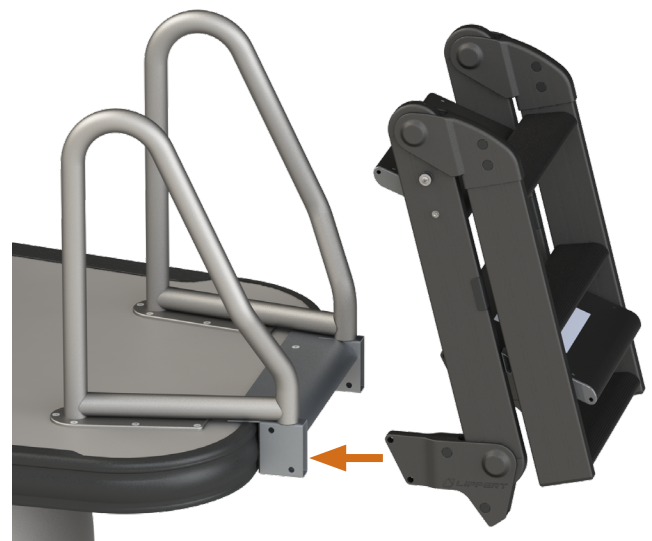

Fig. 4
8. Insérez l'échelle dans les supports de montage (Fig. 4).